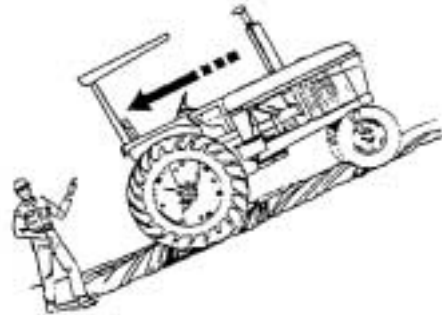

FIG. 37 Hay mucha inconsciencia por parte de algunos tractoristas *
- No aparque un tractor en terrenos con pendientes acentuadas. **FIG. 37**